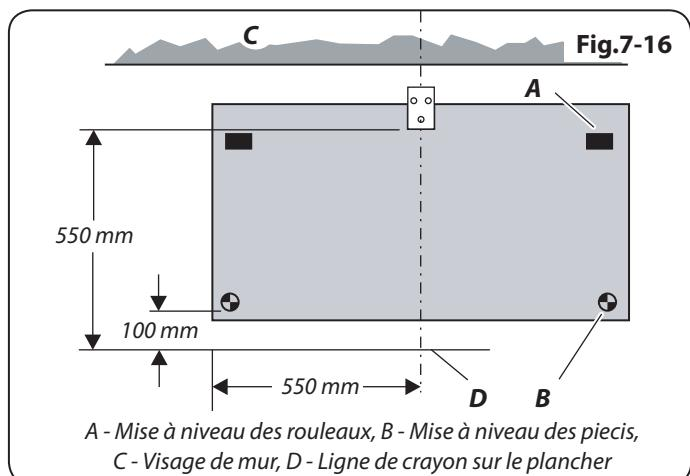

Fig.7-16
5. A partir de la ligne au crayon mesurez 500 mm vers l'arrière pour indiquer le bord avant de l'équerre (**Fig.7-16**).